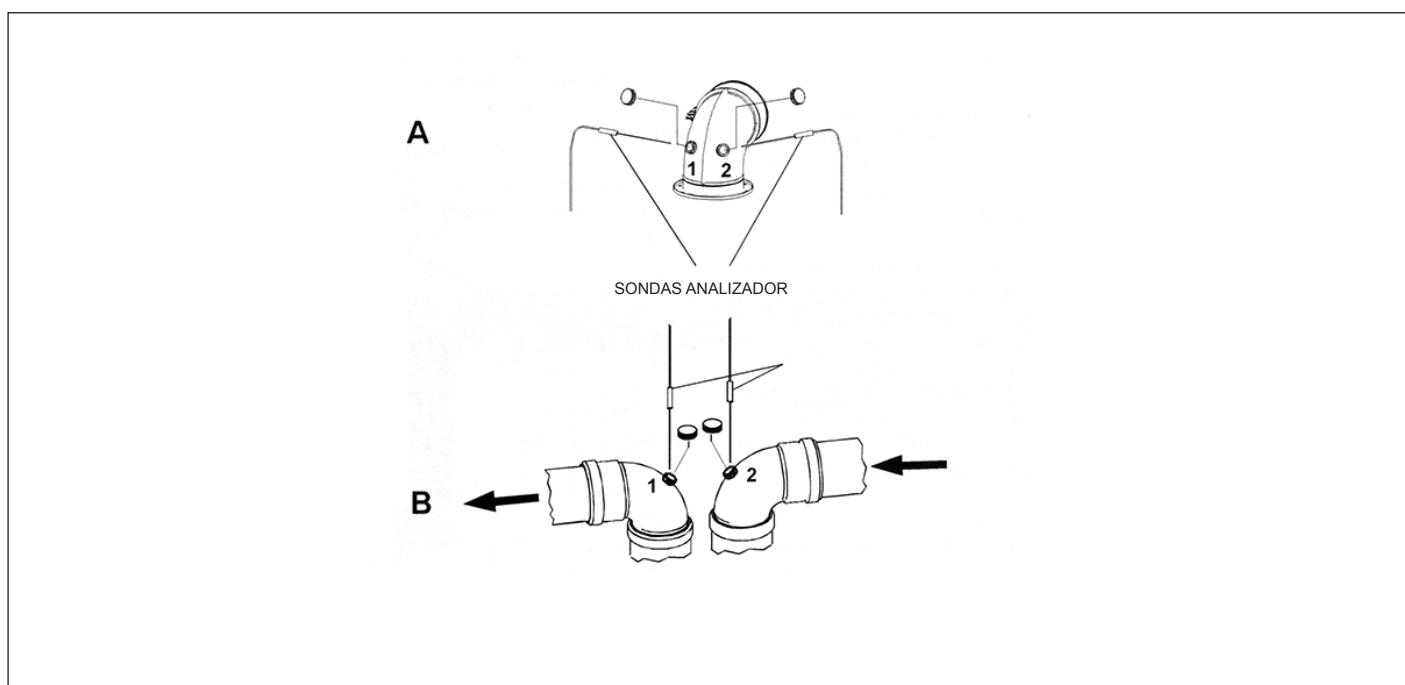

Fig. 16 Ejemplos de puntos de detección de humos
- medición de la temperatura del aire comburente tomada en el orificio dedicado 1 (ver ref. (A) Fig. 16 Ejemplos de puntos de detección de humos , para las calderas con cámara estanca y conductos provistos de sondas para análisis).
- medición de la temperatura de los humos y de la cantidad de CO₂ tomada en el orificio 2 (Ver ref. (A) Fig. 16 Ejemplos de puntos de detección de humos , para las calderas con cámara estanca y conductos provistos de sondas para análisis).
- medición de la temperatura del aire comburente tomada en el orificio dedicado 2 (ver ref. (B) Fig. 16 Ejemplos de puntos de detección de humos , para las calderas con cámara estanca y conductos provistos de sondas para análisis).
- medición de la temperatura de los humos y de la cantidad de CO₂ tomada en el orificio 1 (Ver ref. (B) Fig. 16 Ejemplos de puntos de detección de humos , para las calderas con cámara estanca y conductos provistos de sondas para análisis).